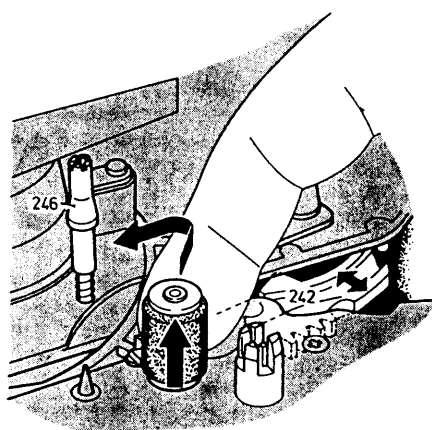

Fig. 3-1-14
- Faire rapidement glisser le galet presseur dans un mouvement de va-et-vient vers la gauche tout en soulevant la glissière de gauche jusqu'à ce que le galet presseur ait dépassé la languette (fig.3.1.14).